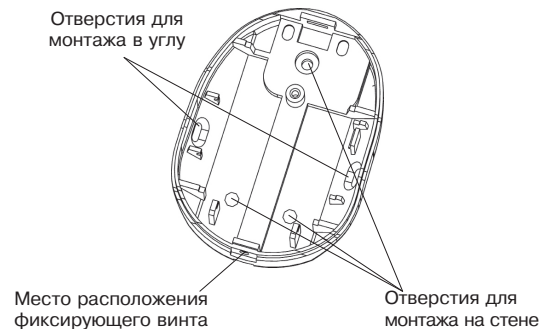

Рисунок 1
- просверлите в основании корпуса отверстия (см. рисунок 1), которые будут использоваться для прокладки проводов и крепления извещателя;